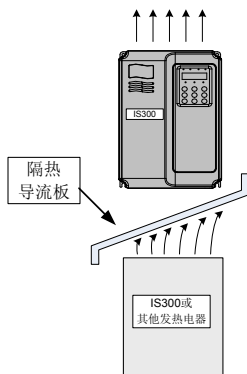

图3-2 上下安装示意图
- 2) 请向上垂直安装驱动器，便于热量向上散发。若柜内有多台驱动器时，请并排安装。在需上下安装的情况，请参考图3-2，安装隔热导流板。